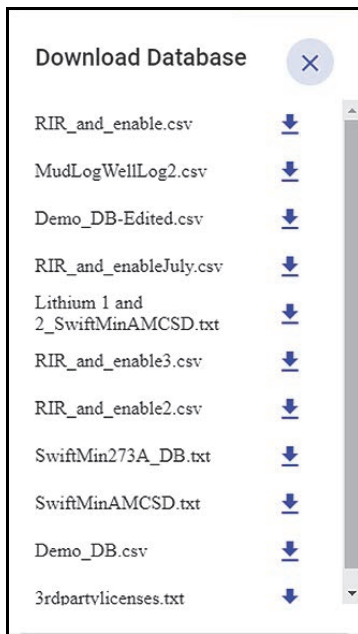

Figura 5-10 Caixa de diálogo Download Database
2. Na caixa de diálogo, clique na seta para baixo ao lado do banco de dados que você deseja baixar (veja Figura 5-10 na página 70).